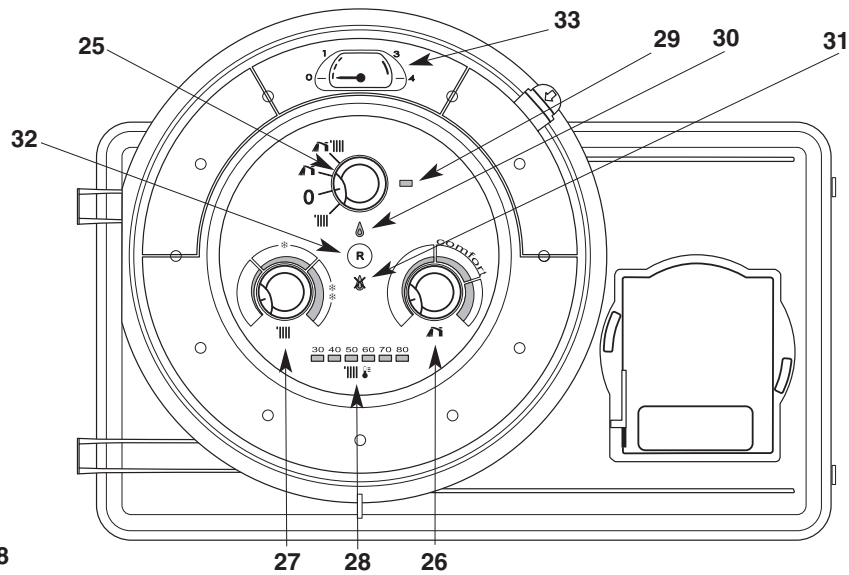

Fig. 18
- Poner el conmutador **25** (fig. 18) en posición «   » indicador luminoso verde **29** encendido ; el indicador luminoso naranja **30** (fig. 18) se enciende cada vez que el quemador se enciende. La función «calefacción» se interrumpe mientras se utiliza el agua sanitaria.
El botón de ajuste de la calefacción **27** «  » (fig. 18) da la posibilidad de ajustar la temperatura del agua del circuito de calefacción en función de las necesidades de la temporada.
El indicador **28**  (fig. 18) visualiza esta temperatura.
- Poner el conmutador **25** (fig. 18) en posición «  » indicador luminoso verde **29** encendido.
- Poner el conmutador **25** en posición « **O** » indicador luminoso verde **29** (fig. 18) permanece encendido. Las funciones sin hielo de la caldera permanecen activas. Desgomado de la bomba y válvula de 3 vías.
*No olvidar volver a abrirla al principio de la temporada de calefacción cuando se vuelva a poner el conmutador **25** (fig. 18) en la posición «   ».*